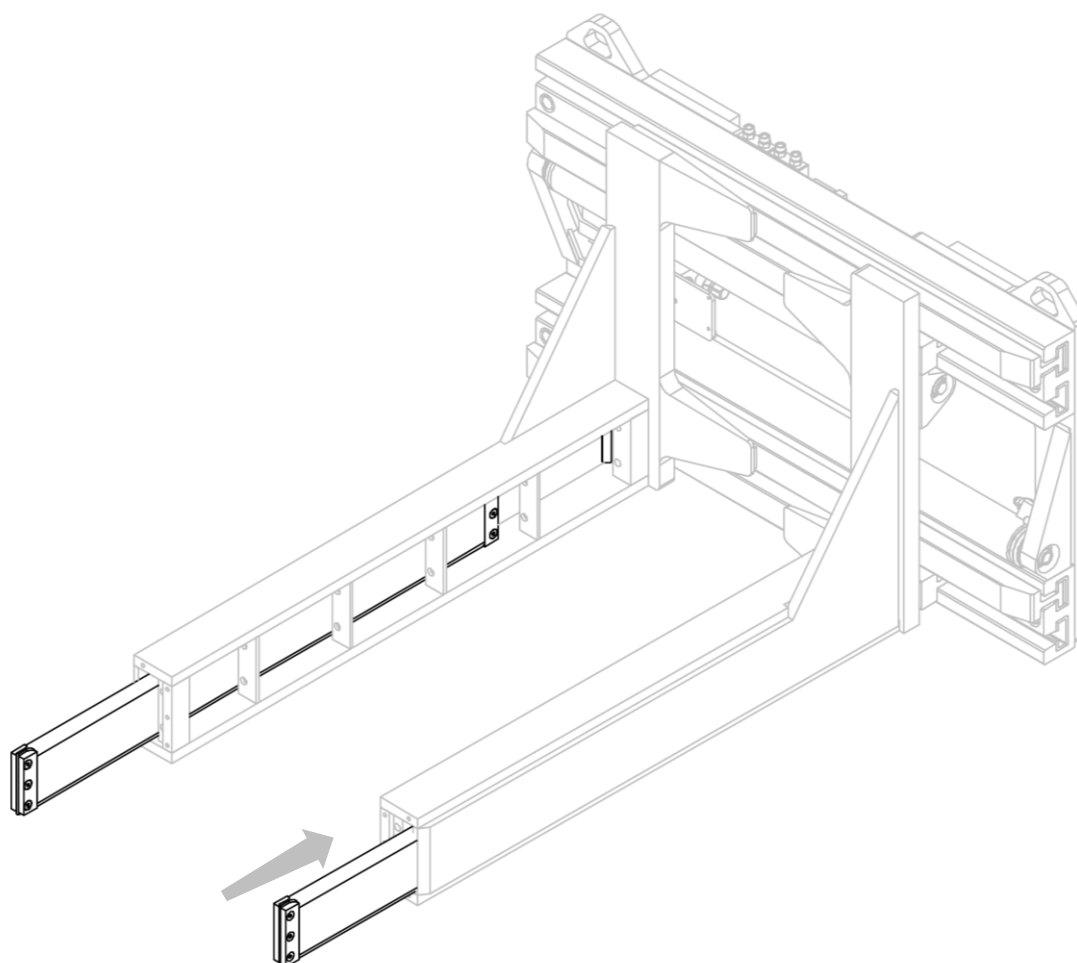

Figura 17
2. Posicionar en sus asientos los pulmones de goma (mira *Figura 17*).